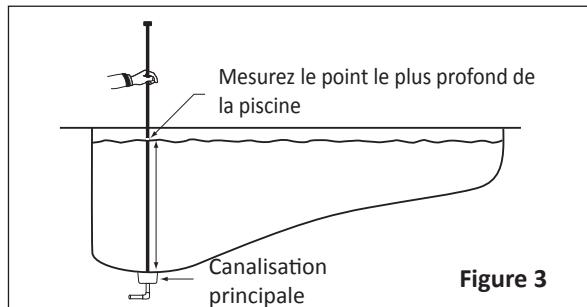

Figure 3
1. Mesurez la partie la plus profonde de la piscine. **Voir la Figure 3.**